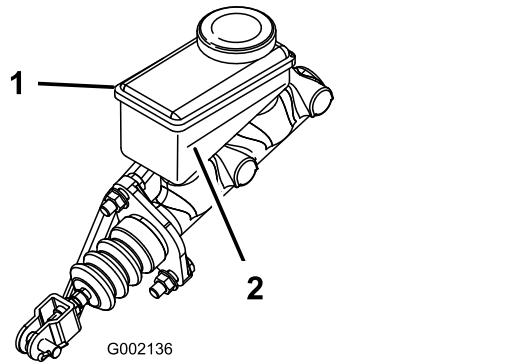

図 51
3. タンクの側面についているマークで、量を点検する 図 51。
- B. 最低ラインより上まで DOT 3 ブレーキ液を補給する図 51。